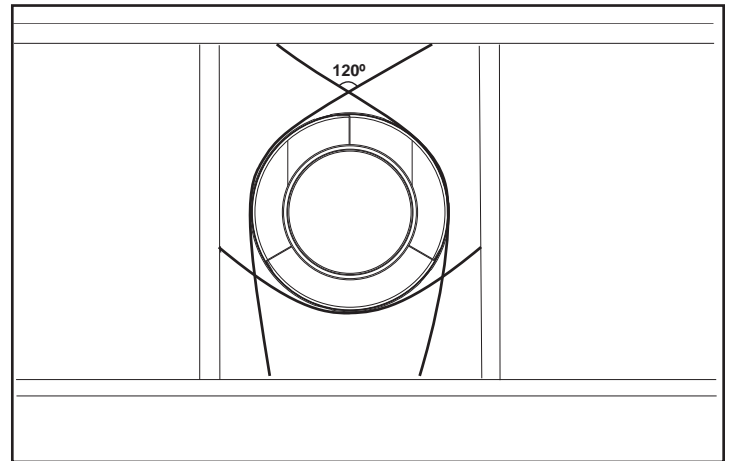

Figure 7.5 Fixation des sections verticales du conduit
- Des supports de conduit ou une bande d'attache (espacés de 120°) peut être utilisé à cette fin. Voir les figures 7.5 et 7.6.